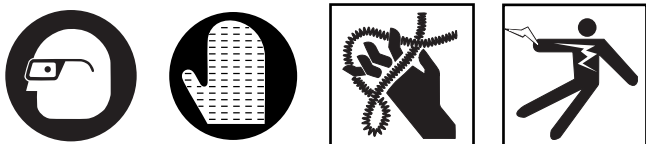

Figura 5 – Acoplamiento del adaptador para el cable
3. Levante el pistón en el adaptador y baje la palanca del embrague para permitir que el adaptador del cable se introduzca en el agujero perforado (*Figura 5*). Asegure que el pistón se haya enclavado en la máquina.